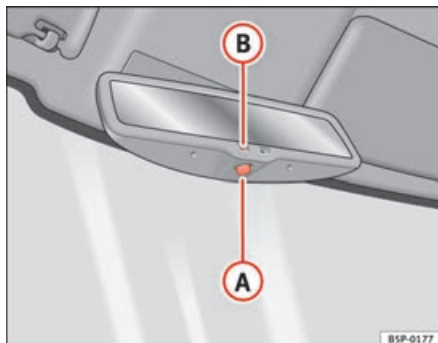

Fig. 90 Espelho interior com ajuste automático para posição de anti-encadeamento.
- Prima a tecla (A) ⇒ fig. 90. A luz avisadora (B) apaga-se.
- Prima a tecla (A) ⇒ fig. 90. A luz avisadora está acesa.